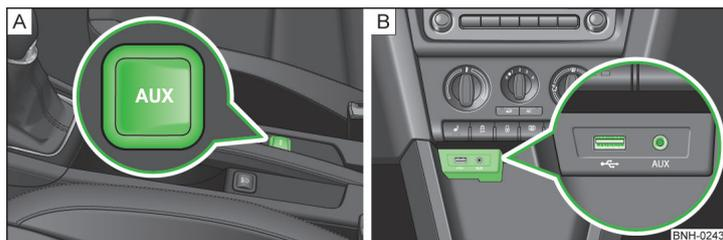

Fig. 87 Ingresso AUX/Ingresso MDI
- tra i sedili anteriori nella console centrale » fig. 87 - [A];
Nei veicoli con ingresso MDI questo si trova sopra il vano portaoggetti nella console centrale anteriore » fig. 87 - [B].